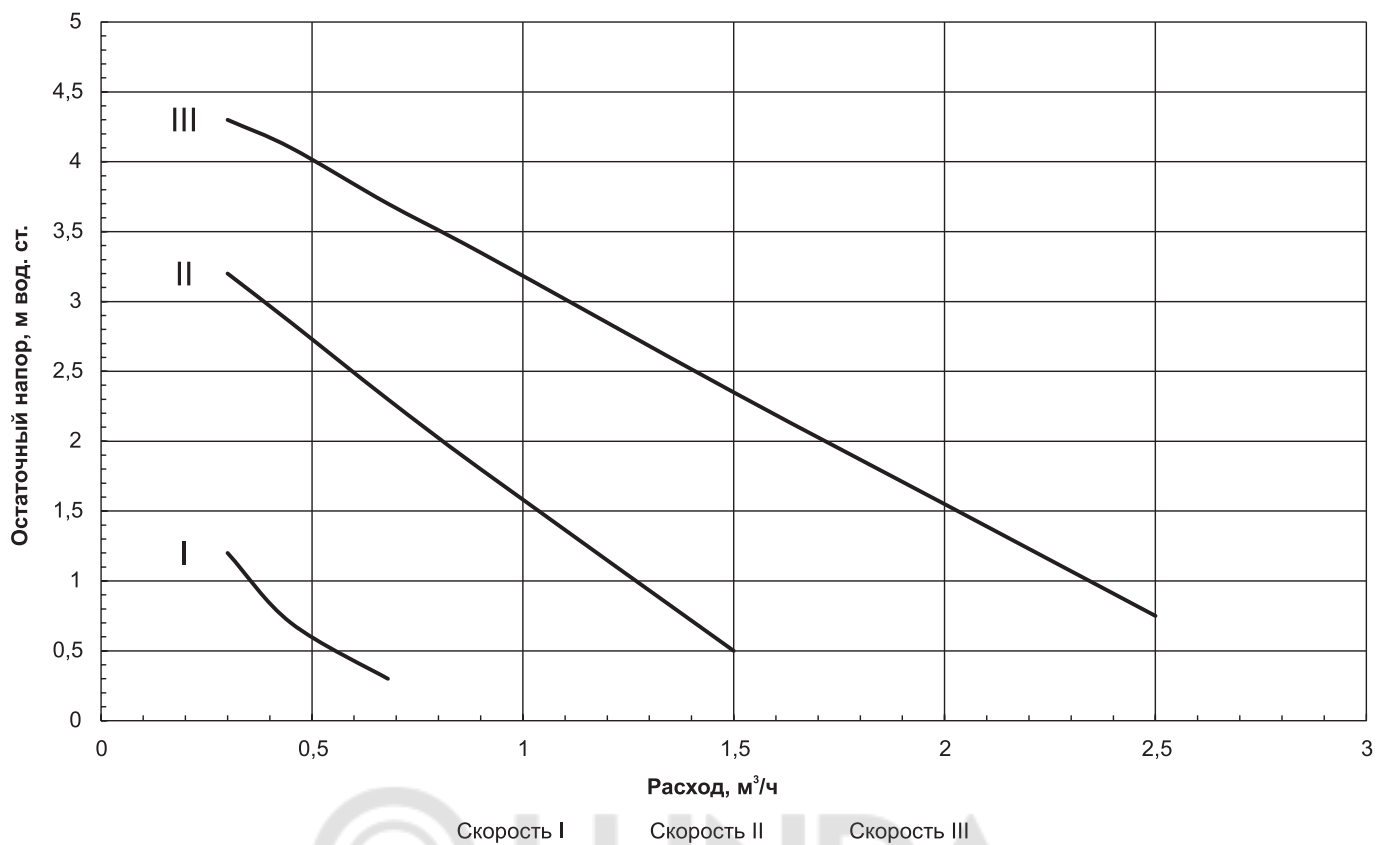

Рис.1 Остаточный напор для циркуляционного насоса BSR 25/60 (для котлов STOUT STATUS 5-27 кВт)
**График остаточного напора для циркуляционных насосов показан на Рис.1.